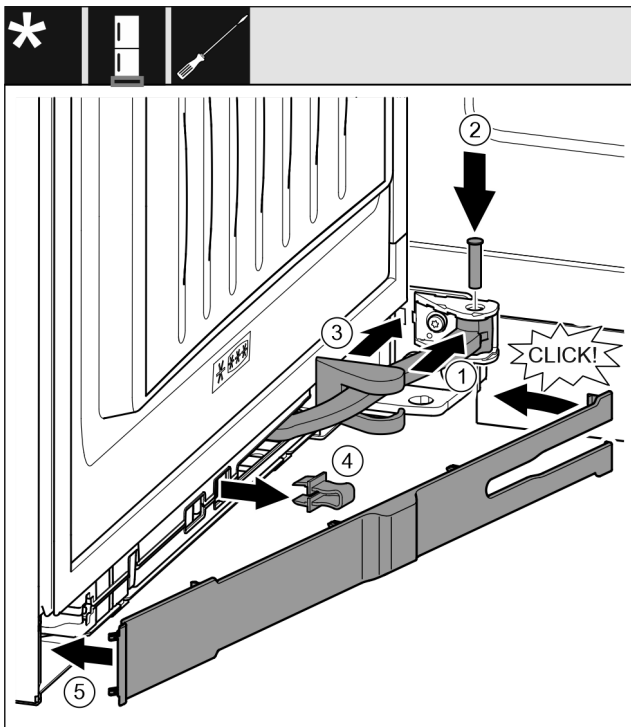

Fig. 41
- ▶ Поверніть шарнір Fig. 41 (1) у навішенні.
- ▶ За допомогою викрутки встановіть штифт Fig. 41 (2) в навішування та шарнір. При цьому виступ фіксатора повинен займати правильне положення в пазу.
- ▶ Просуньте кришку опорного кронштейна Fig. 41 (3) вздовж шарніра та встановіть її над навішуванням.
- ▶ Зніміть запобіжник Fig. 41 (4).
- ▶ Встановіть накладку Fig. 41 (5) з боку ручки та поверніть.